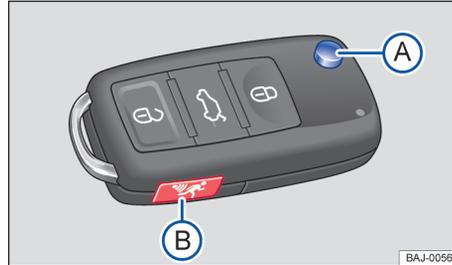

Fig. 17 Llave del vehículo con tecla de alarma.
El paletón de la llave se desbloquea pulsando la tecla → fig. 16 (A) o → fig. 17 (A).